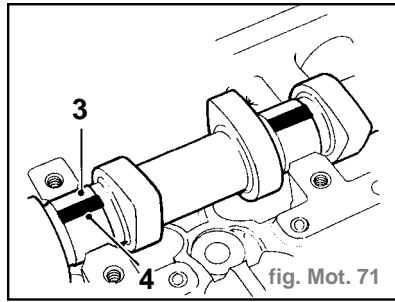

fig. Mot. 71
- Poser l'arbre à cames (3) dans la culasse (fig. Mot. 71).
- Poser un morceau de plastigage (4) le long de l'axe de symétrie de chaque portée d'arbre à cames.